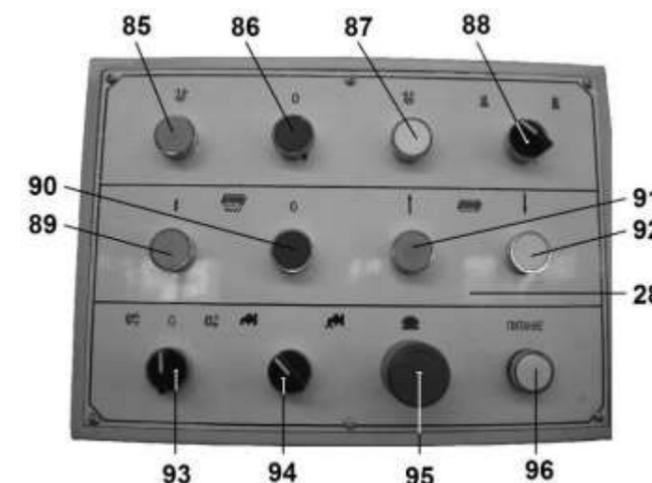

Рис. 29
10.2.5. Кроме использования щитка выключателей вертикального шпинделя (16), то же самое можно включить на главном щитке выключателей (28) (Рис. 29).
10.4. Включение автоподачи продольного перемещения рабочего стола (Рис. 29 – 32)
10.4.4. Остановка автоподачи рабочего стола (8) производится установкой рычага (11) в нейтральное положение или нажатием на кнопку (90) (Рис. 29).
10.4.5. Для аварийного выключения станка нажмите красную кнопку (95) (Рис. 29).